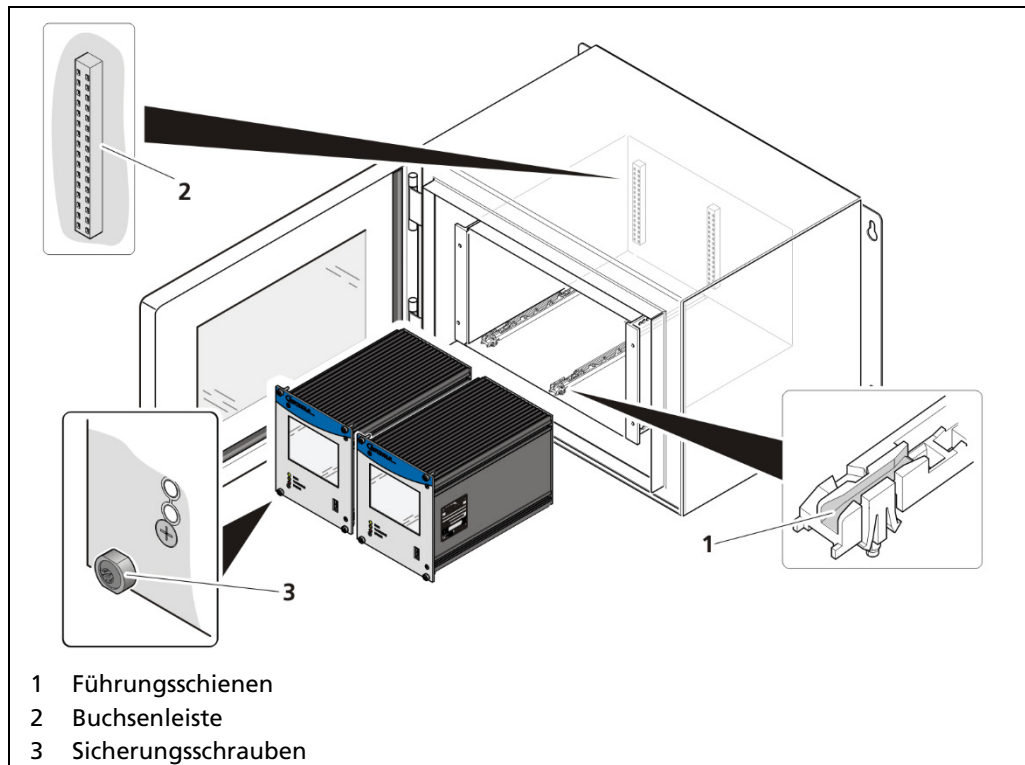

Abb. 7 Einbau der Module (Beispiel mit 2 AWEs)
- ▶ Die Master-AWEs müssen durch Sicherungsschrauben (Abb. 7, Pos. 3) gegen das Herausziehen gesichert werden.
1. Modul in die Führungsschienen (Abb. 7, Pos. 1) setzen und vorsichtig einschieben, bis die Stiftleiste des Moduls in der Buchsenleiste (Abb. 7, Pos. 2) eingesteckt ist.
2. Alle Sicherungsschrauben (Abb. 7, Pos. 3) anziehen.